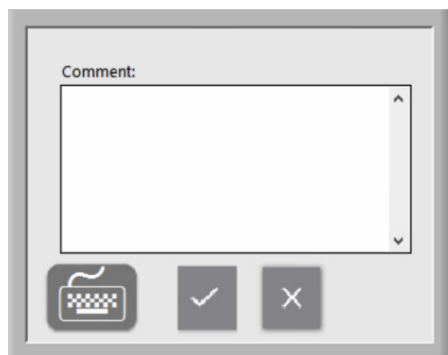

图 45：备注窗口
- 如果需要，可以通过轻触 **Add Comment**（添加备注）按钮将备注添加到 **Assay Results.pdf** 中。这将打开一个窗口，用户可以在其中添加备注（图 45）。